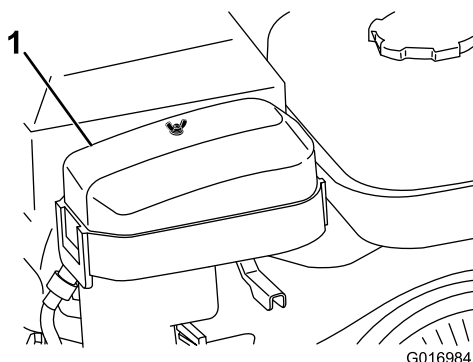

図 24
2. エアクリーナカバーの蝶ナットを取り、カバーを外す図 24。